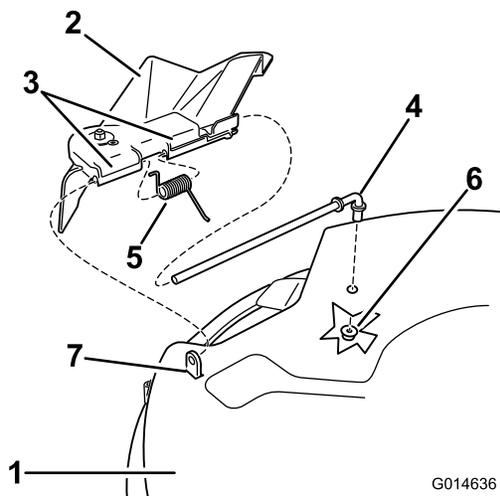

Figura 54
1. Localice los elementos mostrados en la Figura 54.
2. Retire la tuerca (3/8 pulg.) de la varilla (debajo del cortacésped) (Figura 54).
3. Retire la varilla del espaciador corto, del muelle y del deflector de hierba (Figura 54).
5. Vuelva a colocar el deflector de hierba (Figura 54).
7. Coloque el muelle sobre la varilla, con los extremos de los alambres hacia abajo, y entre los soportes del deflector de hierba. Deslice la varilla por el segundo soporte del deflector de hierba (Figura 54).
9. Sujete el extremo trasero de la varilla al cortacésped con una tuerca (3/8 pulgada), según se muestra en Figura 54.